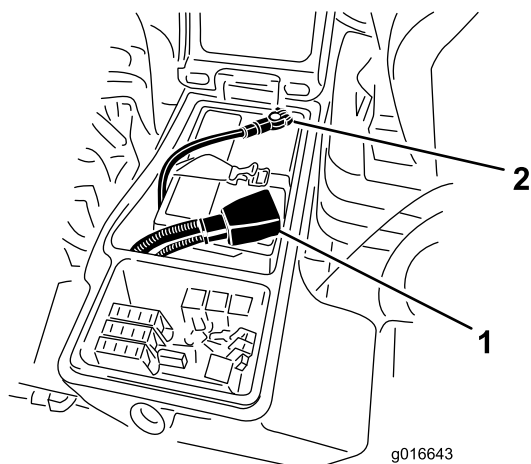

図 84
5. 赤いケーブルをバッテリーの端子に、黒いケーブルはバッテリーの端子に固定する 図 84